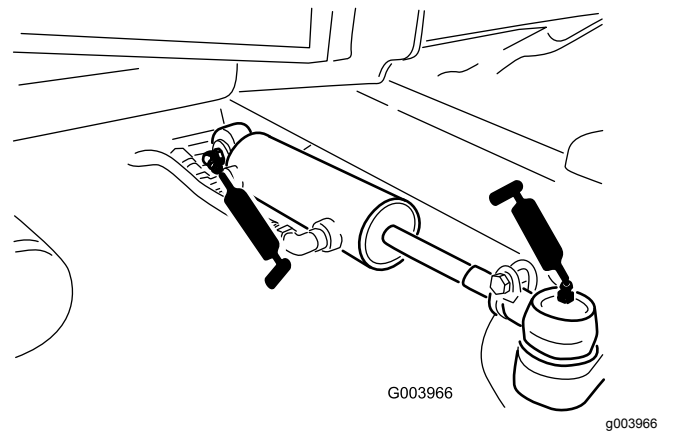

Figura 82
- Rótulas del cilindro de dirección (2) (Figura 82)